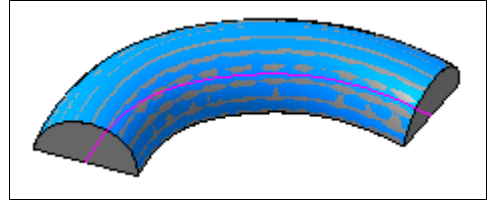

Рис. 30.13. Грань, аппроксимированная NURBS-поверхностью
2. Создание сети точек на основе существующей в модели поверхности. Для создания сети точек нажмите кнопку на панели специального управления **Сеть точек по поверхности**  и укажите в окне модели грань поверхности. Выбранная грань будет аппроксимирована NURBS-поверхностью по сети точек. Нажмите кнопку **Создать объект**. В Дереве модели появится новый элемент, **Поверхность по сети точек** со своей пиктограммой. Далее скройте исходное тело (рис. 30.13), чтобы увидеть построенную поверхность.